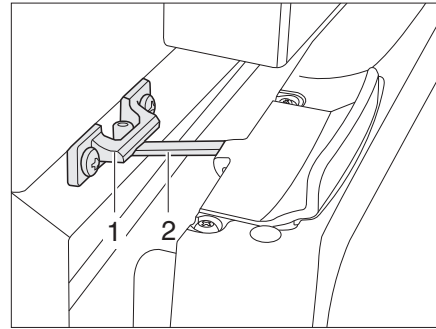

Fig. 223 Porte du réfrigérateur en position de ventilation (Thetford)
■ Ouvrir le verrouillage (Fig. 223,2) et l'enclencher dans le logement de verrouillage (Fig. 223,1). La porte du réfrigérateur reste ainsi légèrement ouverte.